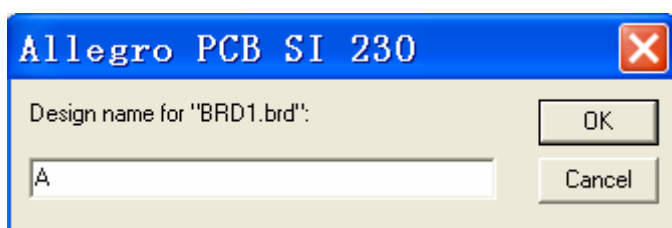

图 7-13 DesignLink 中加入 PCB1
- c. 在 BRD1.brd 设计名称区键入字母 A 并单击 OK，图 7-13。